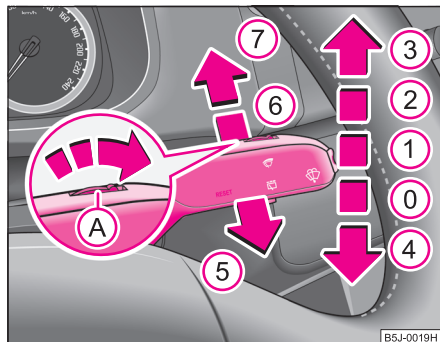

Abb. 45 Scheibenwischerhebel
Der Scheibenwischerhebel ⇒ Abb. 45 hat folgende Stellungen:
- Drücken Sie den Hebel vom Lenkrad weg in die Stellung ⑥ ⇒ Abb. 45, der Scheibenwischer wischt alle 6 Sekunden. ▶
Zum Reinigen der Scheinwerfer kommt es nach jedem fünften Betätigen der Frontscheibenwaschanlage und wenn das Abblend- oder Fernlicht eingeschaltet ist sowie der Scheibenwischerhebel ca. 1 Sekunde in der Stellung **5** ⇒ Seite 67, Abb. 45 gehalten wird.